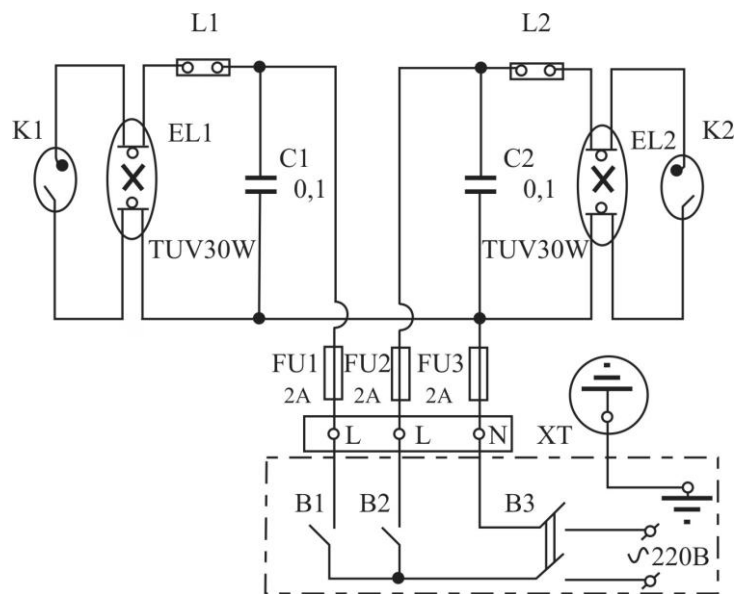

Рис. 1
5.3 Подключение облучателя к однофазной сети 220 В – согласно схеме (рис.1) с помощью медных проводов сечением не менее 0,75мм². Подключение облучателя к контуру заземления - медным проводом защитного заземления сечением не менее 0,75мм².
7.5. Подключите облучатель к однофазной сети 220 В. – согласно схеме рис.1 с помощью медных проводов сечением не менее 0,75мм². Выключатели для раздельного включения открытой и экранированной лампы должны быть установлены вне помещения.